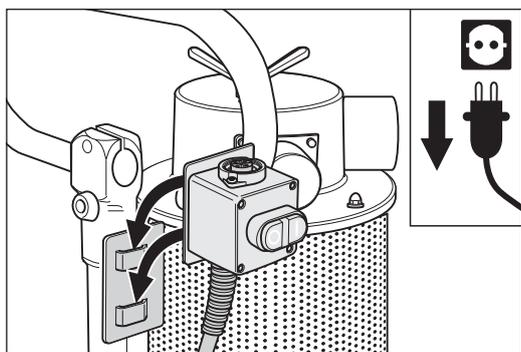

Abb. 60 Den Ein-/Aus-Schalter in die Halterung am Fahrgestell eingehängen.
- 3 Hängen Sie den Ein-/Aus-Schalter an der Transport-Halterung am Schaltkasten aus und in die Halterung am Fahrgestell ein (Abb. 60).